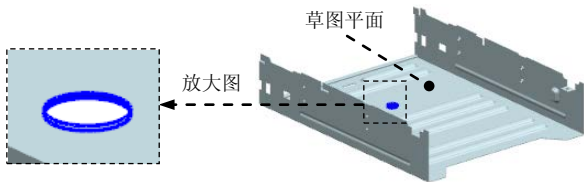

图 8.8.63 法向除料特征 11
(5) 定义百叶窗的形状及倒圆。在“百叶窗”命令条中单击  按钮，在“百叶窗选项”对话框选中  端部开口百叶窗  单选项，在倒圆区域选中  包括倒圆  复选框，在凹模半径文本框中输入值 2.0，单击  确定 按钮。
(6) 单击命令条中的  完成 按钮，完成特征的创建。
Step26. 创建图 8.8.63 所示的法向除料特征 11。
(1) 选择命令。在“主页”功能选项卡“钣金”工具栏中单击  打孔 按钮，选择  法向除料 命令。
(2) 定义特征的截面草图。
① 选取草图平面。在系统  单击平的面或参考平面。 的提示下，选取图 8.8.63 所示的模型表面为草图平面。